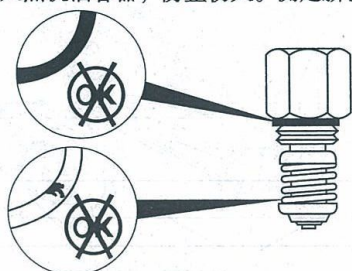

图 1-403 检查机油节温器有无损坏
2) 检查机油节温器 O 形圈、弹簧有无损坏, 见图 1-403。